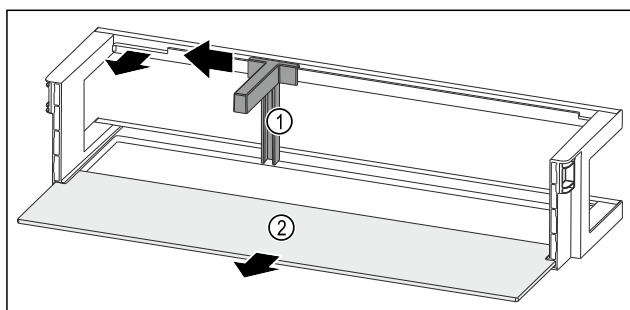

Fig. 149 Türabsteller mit Flaschenhalter und Abstellfläche
- Flaschenhalter Fig. 149 (1) bis zur Aussparung zur Seite schieben.
- Flaschenhalter Fig. 149 (1) entnehmen.
- Abstellfläche Fig. 149 (2) entnehmen.